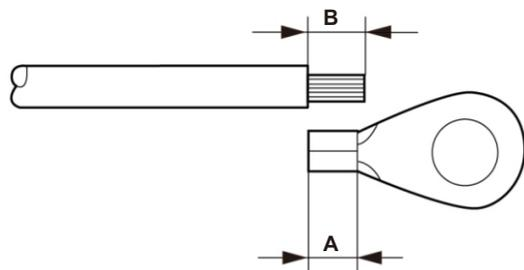

Figura 5.8 Comprimento adequado
- 3) Descarne o isolamento do cabo de aterramento em um comprimento adequado (consulte a Figura 5.8).